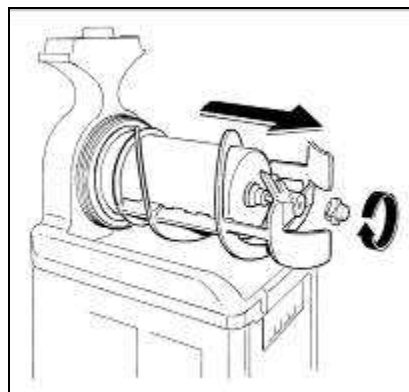

Fig. 29
- Svitare il pomello di fissaggio nel senso della freccia (filettatura sinistra) e procedere all'estrazione del gruppo di miscelazione e delle guarnizioni di tenuta (fig.29).